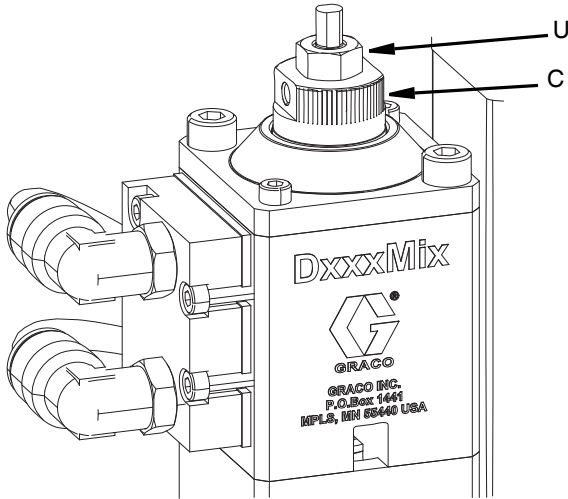

FIG. 10
4. Apriete la tuerca de bloqueo (U) para sujetar la tuerca de ajuste (C) en su lugar. Ver FIG. 10.